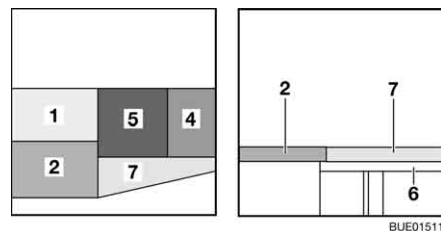

Bild 128 Nach dem Umbau
- Das Sitzpolster (Bild 128,5) in die Mitte legen.
- Das Rückenpolster (Bild 128,4) zwischen das Sitzpolster und die Wand legen.
- Die Bettverbreiterung (Bild 128,6) in die Aufnahmen an den Sitztruhenaufhängen einhängen.
- Das Zusatzpolster (Bild 128,7) auf die Bettverbreiterung legen.